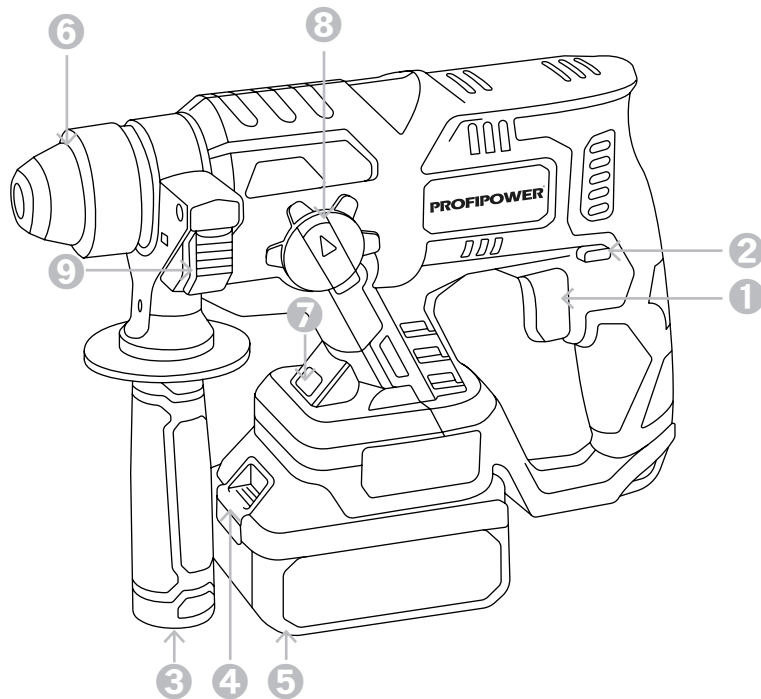

Рисунок 1.1. Устройство инструмента
ВНИМАНИЕ! Пользуйтесь электроинструментом только с дополнительной рукояткой «3» (рисунок 1.1.) Дополнительную рукоятку «3» можно повернуть в любое положение для удобства контроля инструмента и безопасной работы.
① Для включения электроинструмента нажмите триггерный выключатель «1»(рисунок 1.1.) и держите его нажатым.
② Для выключения электроинструмента отпустите триггерный выключатель «1» Отделяйте аккумуляторный блок от инструмента всегда по окончании работы. Перед установкой аккумуляторного блока в инструмент обязательно убедитесь, что его триггерный выключатель «1» нормально работает ивозвращается в положение (ВЫКЛ.) при отпускании.
Нажмите на триггерный выключатель «1» (рисунок 1.1.) для включения лампы. Лампа будет светиться пока выключатель будет оставаться в нажатом положении.
ВНИМАНИЕ! Перед работой всегда проверяйте направление вращения. Пользуйтесь переключателем «2» только после полной остановки инструмента, чтобы избежать его повреждения. Для ударного сверления и для долбления всегда устанавливайте правое направление вращения. Направления вращения патрона можно изменять с помощью переключателя «2», при отпущенной клавише выключателя «1» (рисунок 1.1.). Для вращения вправо прижмите переключатель направления вращения влево до упора. Для вращения влево прижмите переключатель направления вращения вправо до упора.
ВНИМАНИЕ! Изменяйте режим работы только при выключенном электроинструменте! В противном случае электроинструмент может быть поврежден. Переключателем режимов «8» (рисунок 1.1.) выберите режим работы электроинструмента в соответствии с таблицей.